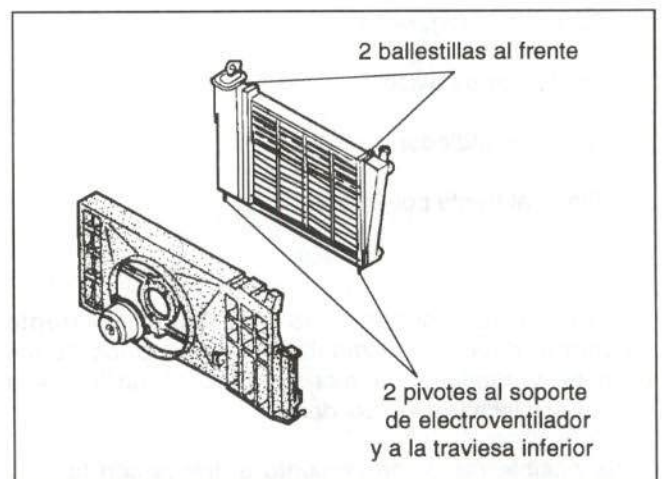

Figura 17.- Sujeción del radiador
- Radiador de motor (figura 17)